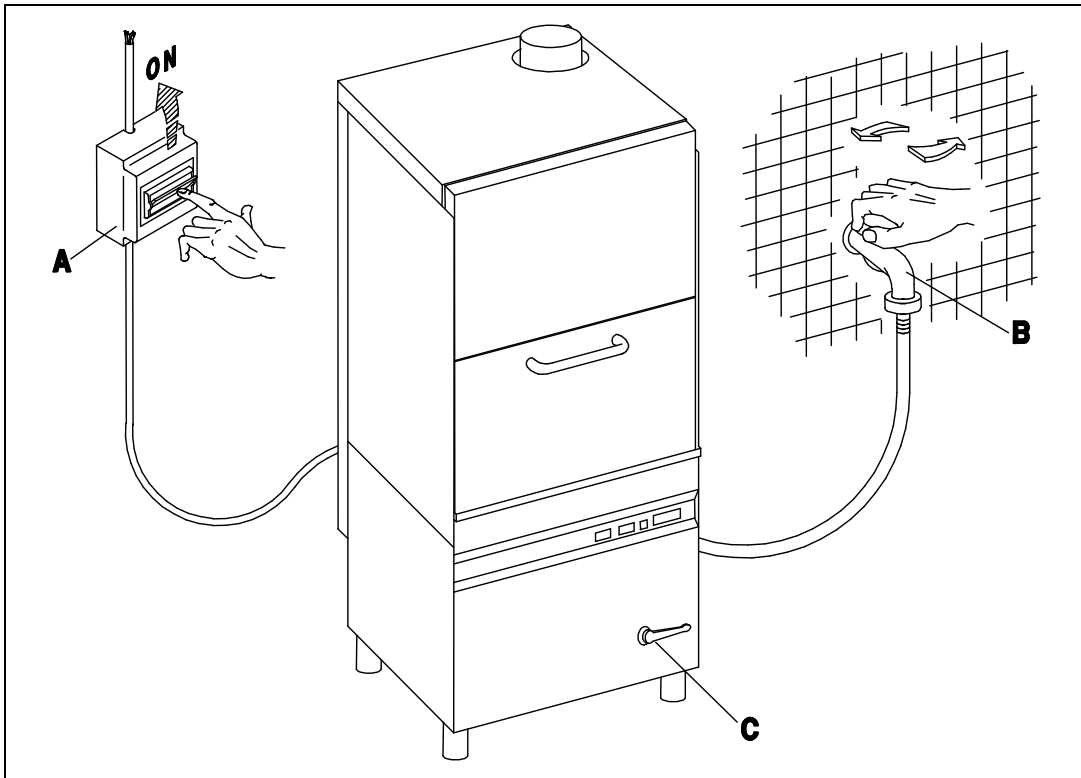

Fig. 3-1
- Chiudere la valvola di scarico (C), aprire il rubinetto dell'acqua (B), inserire l'interruttore generale (A) ed attivare l'interruttore 0-I (E), l'accensione della spia di linea (D) dimostrerà che l'apparecchio è in tensione, avrà così inizio il carico dell'acqua nel serbatoio e successivamente nella vasca. Alla fine dell'operazione di caricamento acqua si inseriranno automaticamente le resistenze del serbatoio e della vasca. Una volta che le temperature visualizzate dai termometri (T1) e (T2) avranno raggiunto le temperature impostate, sui termostati vasca e serbatoio (boiler), l'apparecchio sarà pronto per iniziare il lavaggio. (fig.3-1÷3-2)
- Close the outlet valve (C), turn on the water tap (B), switch on the master switch (A) and switch on by means of the 0-I switch (E). The line warning light (D) illuminates to show that the appliance is live and the boiler and the tank are filled with water. When the appliance has been filled with water the boiler and tank heating elements are automatically activated. When the temperature shown on the thermometers (T1) and (T2) reaches the temperature set on the thermostats of the tank and the boiler, the appliance will be ready to start the washing programme. (fig.3-1÷3-2)
- Auslassventil (C), den Wasserhahn (B) öffnen, den Hauptschalter (A) betätigen und den Schalter 0-I (E) einschalten. Das Aufleuchten der Kontrolleuchte (D) zeigt an, daß das Gerät unter Spannung steht und daß das Wasser in den Boiler und anschließend in den Tank eingelassen wird. Nach dem Auffüllen mit Wasser schalten automatisch die Heizelemente im Boiler und im Tank ein. Wenn die von den Thermometern (T1) und (T2) angezeigten Temperaturen, die auf den Thermostaten des Tankes und des Boilers angesetzten Temperaturen erreicht haben, kann das Spülprogramm gestartet werden. (fig.3-1÷3-2)
- Fermer la soupape de vidange (C), ouvrir le robinet de l'eau (B), insérer l'interrupteur général (A) et ouvrir l'interrupteur 0-I (E) le témoin lumineux vert (D) qui s'allume indique que l'appareil est sous tension et que le réservoir d'eau commence à être alimenté et que la cuve le sera ensuite elle aussi. A la fin de l'opération d'alimentation en eau, les éléments chauffants du réservoir et de la cuve entreront automatiquement en fonction. Une fois que la température affichée par les thermomètres (T1) et (T2) aura atteint les températures affichées sur les thermostats du réservoir et de la cuve, on pourra faire démarrer un programme de lavage. (fig.3-1÷3-2)
- Cierre la válvula de descarga (C), abra el grifo del agua (B), conectar el interruptor general (A) y conecte el interruptor general 0-I (E). El encendido del piloto de línea (D) indica que el aparato está en tensión: empieza a llenarse de agua el tanque y a continuación se llena la cuba. Al final de la carga del agua se conectan automáticamente las resistencias del tanque y de la cuba. Cuando las temperaturas que indican los termómetros (T1) y (T2) alcancen los valores prefijados en los termostatos de cuba y hervidor, el aparato estará listo para empezar el lavado. (fig.3-1÷3-2)
- Fechar a válvula de descarga (C), abrir a torneira de água (B), acionar o interruptor geral (A) e acionar o interruptor 0-I (E), a indicação do sinal luminoso (D), indicará que o aparelho está ligado, iniciará então o enchimento de água no reservatório e sucessivamente na cuba. Ao final da operação de enchimento de água, automaticamente funcionarão as resistências do reservatório e da cuba. Uma vez que as temperaturas visualizadas dos termómetros (T1) e (T2) atingirem os níveis ideais, nos termostatos da cuba e do reservatório (Boiler), o aparelho estará pronto para iniciar a lavagem. (fig.3-1÷3-2)